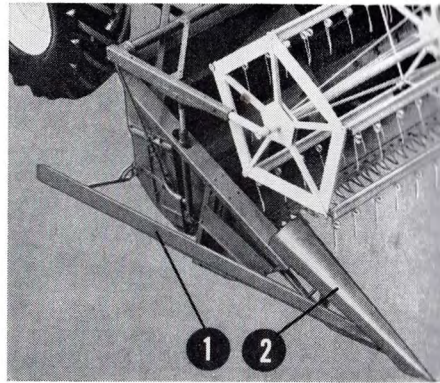

Fig. 35
4. Kontrollera att måttet $B = 3 \text{ mm}$, se fig. 35 b.
OBS! Stopprofilen över skärbordskolven skall vid tröskning och transportkörning vara monterad enligt fig. 35 a.
På varje skärbordssida sitter en stråskiljare, som är justerbar, fig. 35. Den långa plåten 1 håller undan den oskurna säden och kan justeras i höjd- och sidled, likaså den runda plåten 2. Denna gör speciell nytta i liggsäd, när säden vill lägga sig över skärbordssidan.